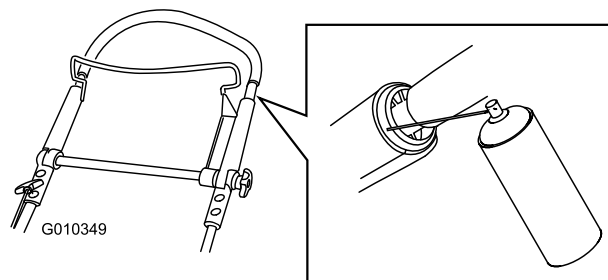

Рисунок 42
1. Распылите смазку на наружный пластмассовый конец внутренней части рукоятки (Рисунок 42).